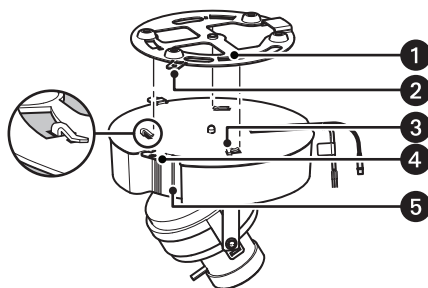

Figura 17. Montando a câmera no acessório da câmera
10. Monte a câmera (consulte Figura 17 na página 28).